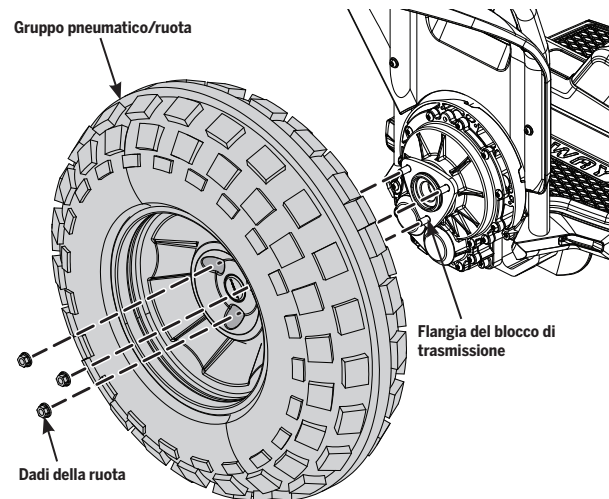

Figura 71: rimozione/installazione del gruppo pneumatico/ruota per x2 SE
3. Utilizzando una chiave a bussola da 13 mm, rimuovere ed eliminare i tre dadi della ruota (vedere la **Figura 71**).
3. Posizionare il gruppo pneumatico/ruota sulla flangia del blocco di trasmissione (vedere la **Figura 71**).